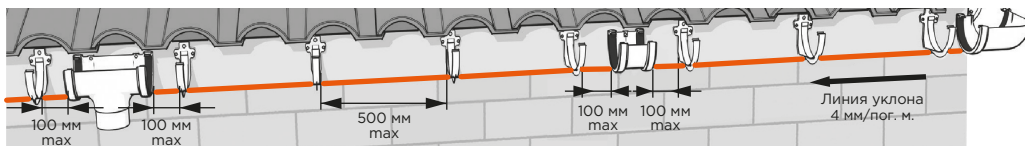

Рис. 2: Расстояние между элементами, удерживающими желоб
2. Установите воронки, кронштейны и соединители желоба в соответствии с требуемым положением желоба (Рис. 2).